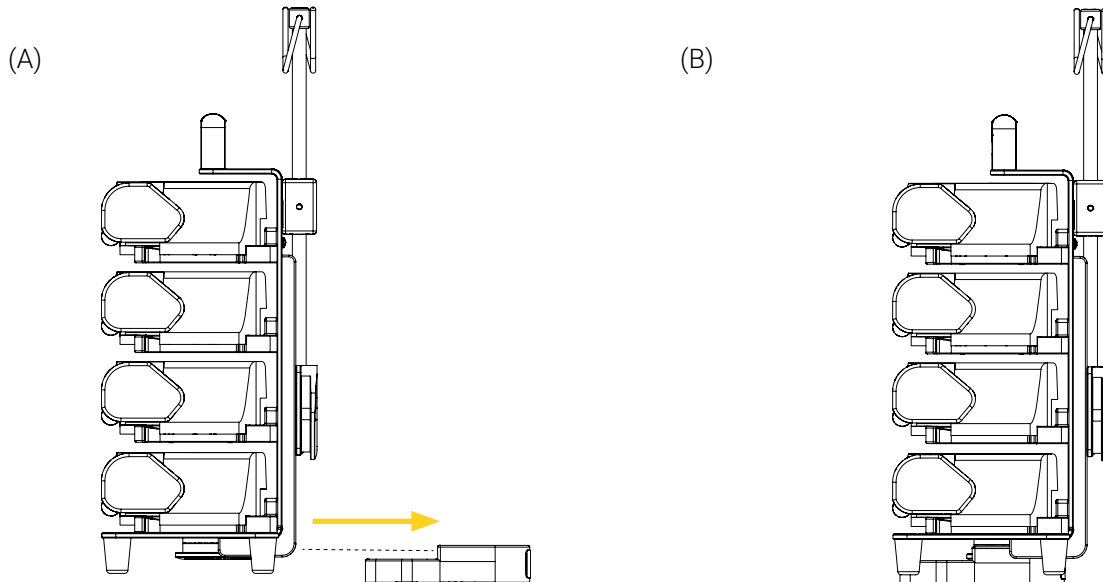
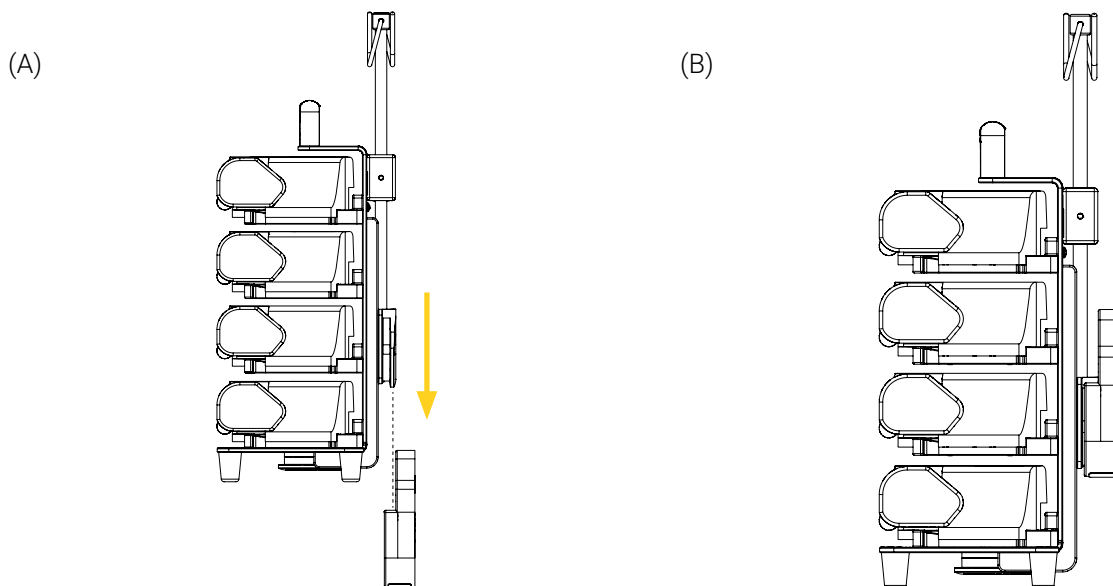

Figure 10: Installation du support Bracket Pro Serie 80 - FL4 avec un micro disque horizontal dans la Micro Base
Figure 11: Installation du support Bracket Pro Serie 80 - FL4 avec un micro disque vertical dans la Micro Base
1. Aligner et insérer le micro disque horizontalement (Figure 10) ou verticalement (Figure 11) dans la Micro Base, en portant une attention particulière de ne pas coincer les câbles des pompes ou les câbles des accessoires.